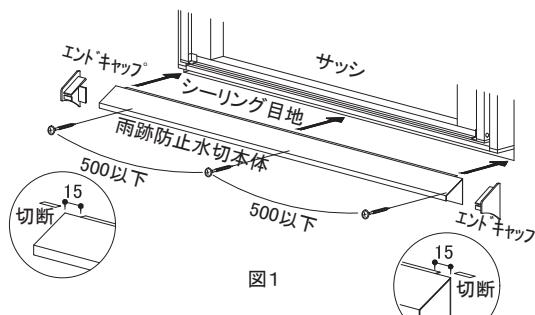
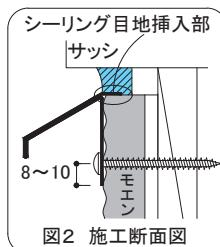

図1
図2 施工断面図
- 本体鋼板部材を、シーリング目地の端部よりも両端15mm程度ずつ長くなるように切断し、切断小口にバリや変形が見られる場合は修正してください。両端の15mm程度長く取った部位は、シーリング目地挿入部を切断してください。(図1参照)
同梱専用ビスは、最低両端部の2ヶ所以上、中間部は500mm以下との間隔で、背板の下端より8~10mmの位置に取り付けます。(図1、図2参照)